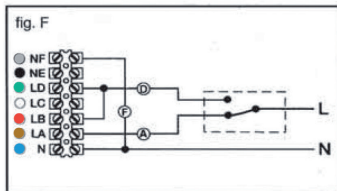

fig. 1
- Fig. 1.- Dévisser la vis (b) de fixation de la face avant (a).